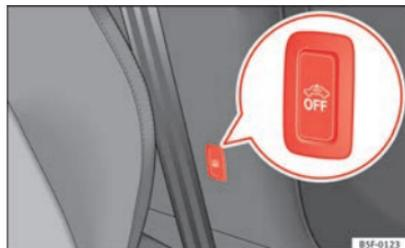

Fig. 54 Touche de protection volumétrique/de protection anti-soulèvement
- Pour désactiver la protection volumétrique et la protection anti-soulèvement, coupez le contact d'allumage et appuyez sur la touche ⇒ fig. 54. Le témoin correspondant à la touche s'allume.